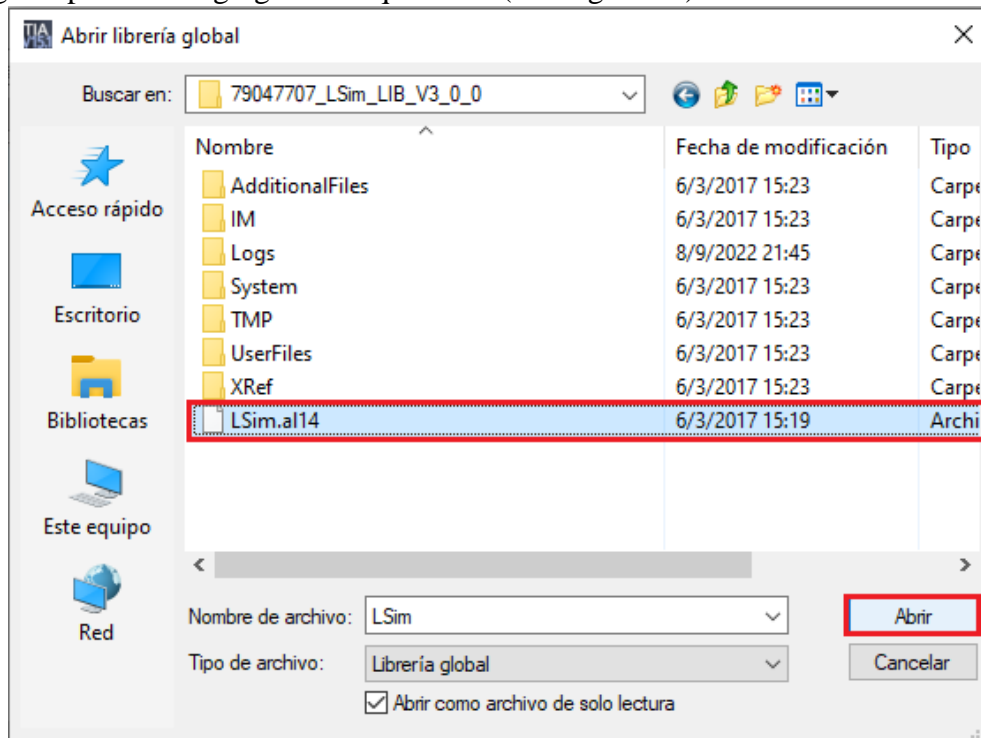

Figura 43. Agregar librería global LSim.
- Luego se procede a agregar el bloque Lsim (ver Figura 43).